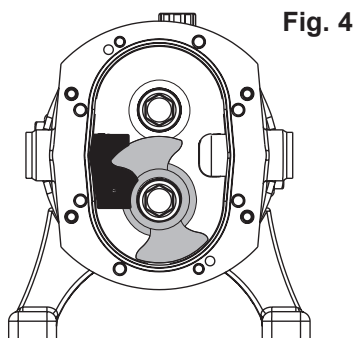

Fig. 4
6. Sätt rotorns låsbit på plats enligt fig. 4.
7. Lossa och ta bort den nedre eller vänstra rotorskruven (32).
8. Ta bort rotorn (35) som tidigare genom att dra den av axeln (39) med fingrarna/specialavdragare.